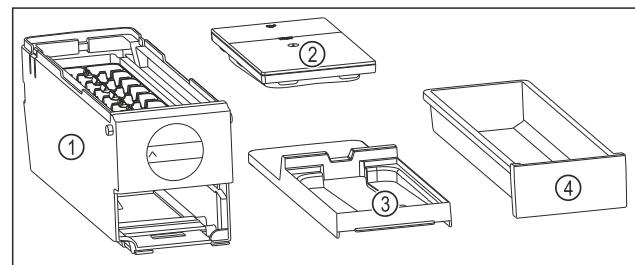

Fig. 138 Súčasti EasyTwist-Ice
- EasyTwist-Ice je rozložený na štyri časti. (pozri Fig. 138)
- Rozložte EasyTwist-Ice len na tie súčasti, ktoré sú na obrázku. (pozri Fig. 138)
- Korpus EasyTwist-Ice Fig. 138 (1) vyčistite ako celok.